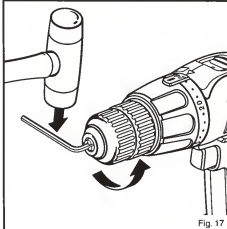

Fig. 17
- Insérer la clé hexagonale dans le mandrin et serrer fermement ce dernier. Frapper d'un coup sec avec un maillet (vers la gauche). Ceci desserre le mandrin sur la broche. Le mandrin ne peut pas être dévissé à la main. Voir la figure 17.
Voir la figure 17.
- Insérer la clé hexagonale dans le mandrin et serrer fermement les mors. Frapper la clé vers la droite d'un coup sec avec un maillet. Ceci serre le mandrin sur la broche. Voir la figure 17.